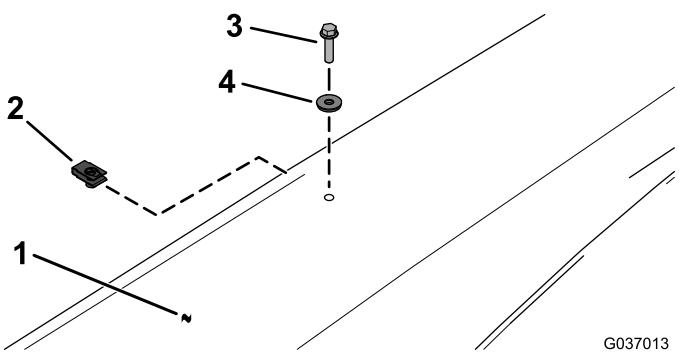

图14
15. 如图14 所示, 用 2 个夹子、2 个密封垫圈和 2 个六角凸缘螺栓 (1/4 x 1 英寸) 将遮阳篷安装到车顶支撑架上。